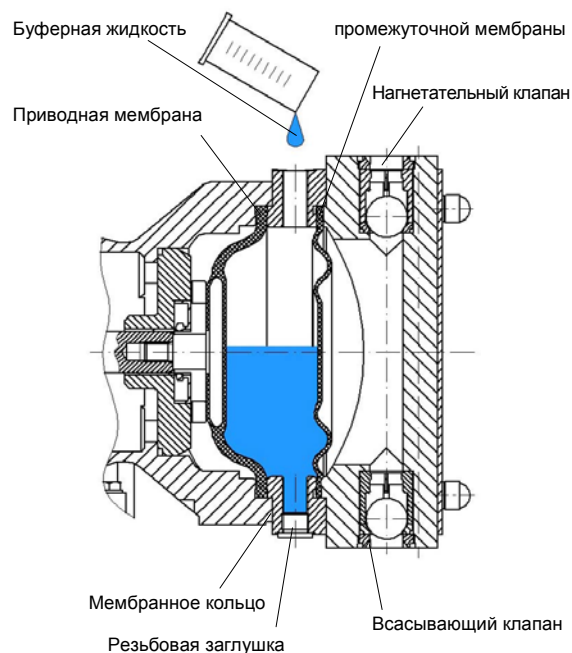

Рис. 36
- Приводную мембрану привести в заднее положение, медленно вращая лопасти вентилятора приводного двигателя (см. рис. 36).